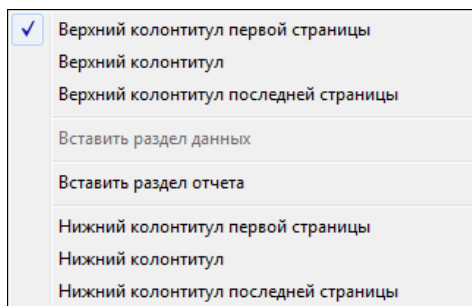

Рис. 4.64. Меню Разделы
- ◆ **Разделы** — работа с колонтитулами, разделами (рис. 4.64);